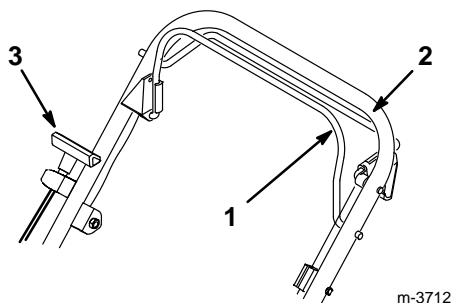

Figure 9
2. Serrer la barre de commande de lame contre le mancheron (Fig. 9).
3. Tirer lentement la poignée du lanceur jusqu'à ce qu'on sente une résistance, puis la tirer vigoureusement (Fig. 9). Laisser la poignée du lanceur revenir lentement jusqu'au mancheron.